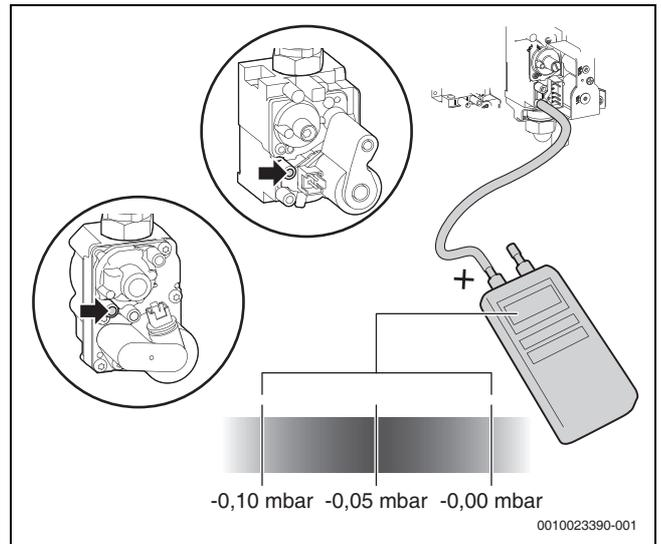

Bild 48 Differenzdruck messen
- ▶ Differenzdruck des Gasventils messen (→ Bild 48). Der optimale Differenzdruck beträgt -0,05 mbar.